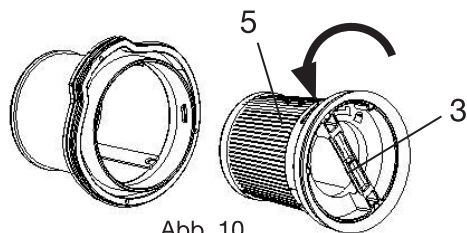

Abb. 10
Entfernen Sie den HEPA-Filter (5) (Abb. 10) aus dem Filterblock, indem Sie ihn an der Lasche (3) fassen und langsam gegen den Uhrzeigersinn in Richtung des Symbols  (entriegelt) drehen (Abb. 10).